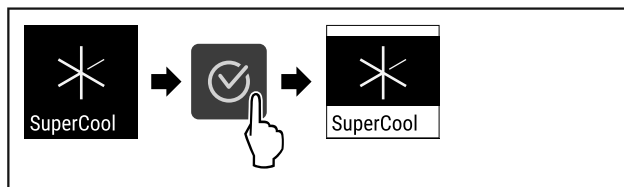

Fig. 90
- ▶ Proved'te akční kroky (viz Fig. 90) .